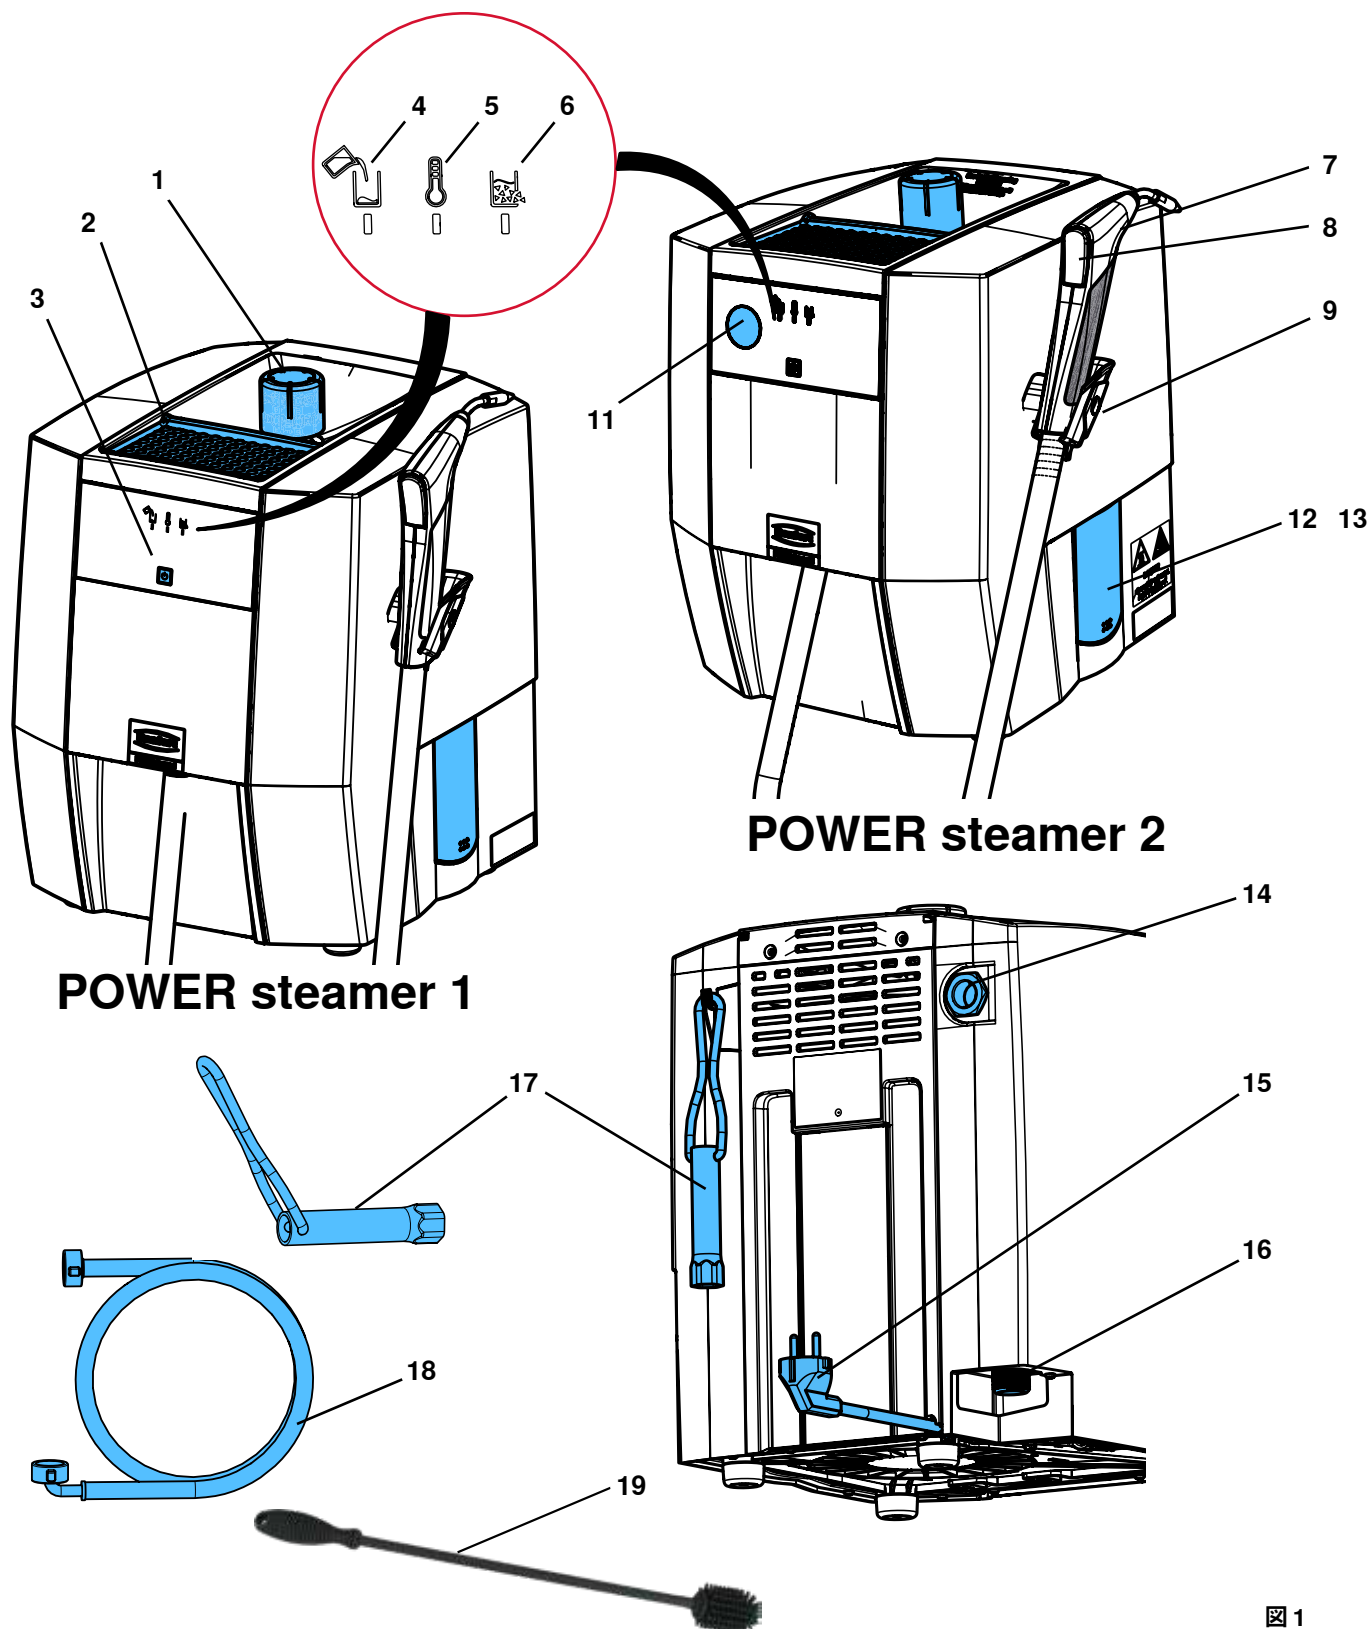

図 1
- ▶ 過圧弁の出口（14、図1）から蒸気が排出される恐れのないように設置してください。
石膏模型や投資模型は、モデルトレイ（2、図1）の上で乾燥させることができます。
⇒タンクキャップをねじ込みます (1、図1)。
**過圧弁の出口 (14、図1) から蒸気が排出される恐れのないように設置してください。例えば、本機をコンセントの前に置かないでください。**
**過圧弁 (14、図1) の出口は、いかなる方法でも閉じたり、塞いだりしないでください。**
加圧された蒸気による危険！サービスキャップを開ける前に、圧力タンクが加圧されていないことを確認してください。そのためには、タンクキャップ（1、図1）を開け、取り外します。
⇒点検口（12/13、図1）からシンクに水が流れるように本体を設置します。